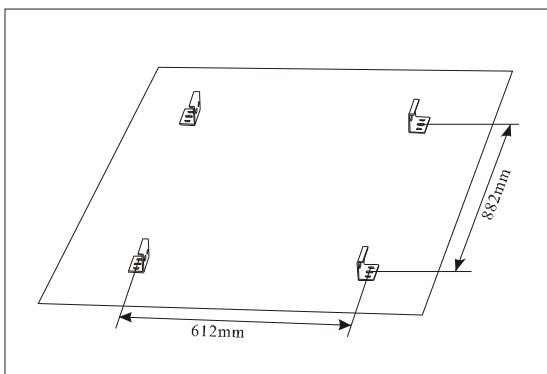

图 4-1
1. 用套筒卸下栈板上的木螺丝，取下角铁支架，并将其固定于安装机柜的位置（使用 M8 地脚螺丝）（如图 4-1）。